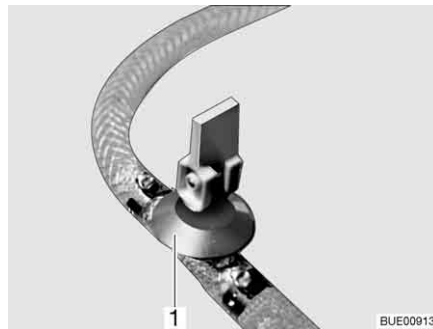
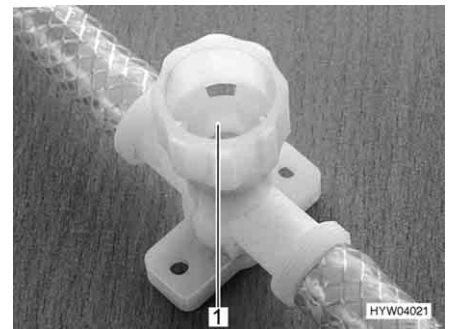

Fig. 226 Robinet de vidange (avec levier à bascule)
Fig. 227 Robinet de vidange (avec capuchon tournant)
- Ouvrir tous les robinets de vidange. Placer pour ce faire le levier à bascule (Fig. 226,1) à la verticale ou faire tourner le capuchon du robinet de vidange (Fig. 227,1) dans le sens inverse des aiguilles d'une montre.